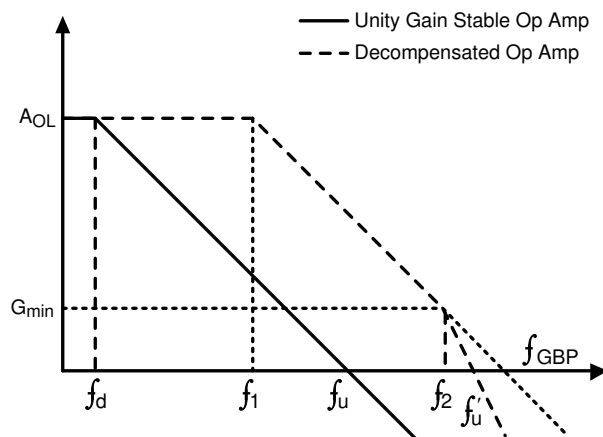

図 6-2. ユニティゲイン安定オペアンプと非補償型オペアンプのゲインと周波数の特性との関係
図 6-2 に示すように、ユニティゲイン安定アンプの支配的な極 f_d は、非補償型オペアンプの場合、周波数 f_1 に移動します。実線の A_{OL} プロットは、従来のユニティゲイン安定オペアンプの開ループゲインプロットです。OPAx371D などの非補償型アンプの内部補償の変化により、同じ電力量の帯域幅が増加します。上記のパラメータにおける利点に加えて、対応するユニティゲインと比較して利用可能なループゲインが高いため、スルーレートが高くなり、歪み値が小さくなることもあります。考慮すべき最も重要な要素は、オペアンプが G_{min} を上回るノイズゲイン (NG) になることを確認することです。 G_{min} より小さい NG の値は、 $1/f$ 曲線は 40dB/decade の A_{OL} 曲線と交差するため、図 6-2 に示すように不安定になります。この安定性解析手法を、閉鎖速度法と呼ばれます。TI プレジジョンラボを参照して、デバイスの安定性をよりよく理解し、安定性を確保するさまざまな手法をご確認ください。